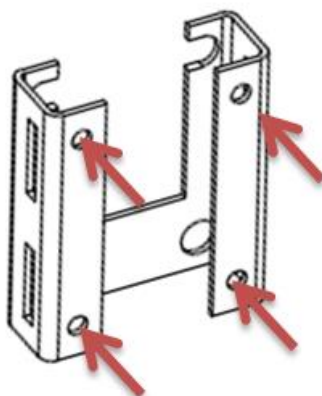

Рисунок 39 – Места крепления кронштейна для счетчика исполнения «С»
- ✓ прикрепить кронштейн в местах крепления, указанных на рис. 39;